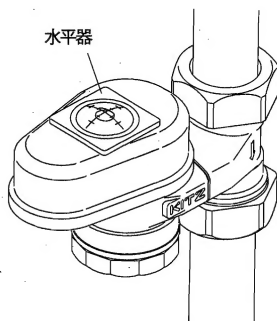

図21
- 2) 『通気番ぶち』は、必ずドーム天面を水平に取付けてください。水平以外の向きに設置すると弁体が正常に作動しません。(図21)